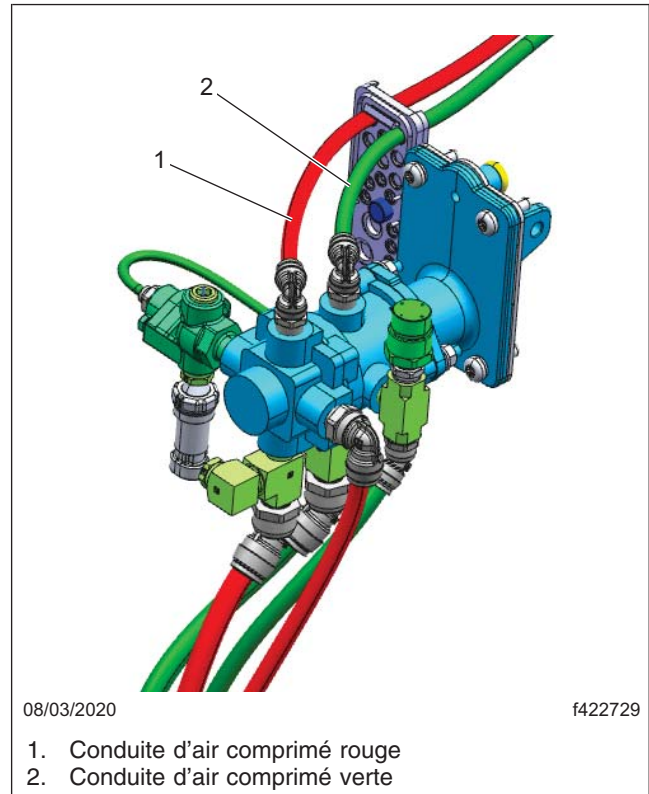

Fig. 2, Débranchement des conduites d'air comprimé rouge et verte
5. Débranchez les conduites d'air comprimé rouge et verte de 9,5 mm (3/8 po) des raccords supérieurs du robinet de la pédale. Reportez-vous à la **Figure 2**.